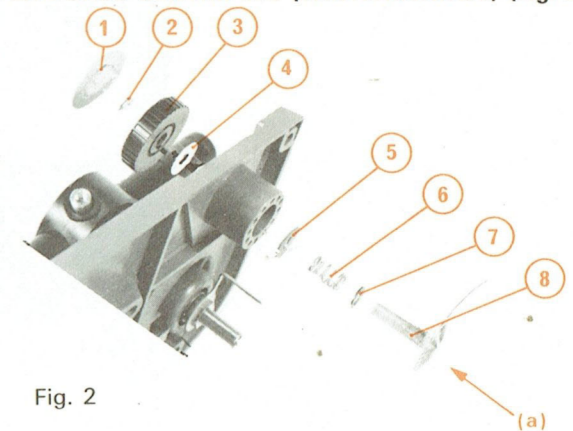

Fig. 2
- 4° - Décoller l'enjoliveur (57) du tableau de commandes (8).
- 5° - Retirer les vis de fixation du tableau de commandes (8) sur le coffret.
- 6° - Enlever le tableau de commandes (8).
D. DEMONTAGE DU SYSTEME DE COMPENSATION DE LA FORCE CENTRIPETE (« ANTISKATING ») (Fig. 2).
- 1° - Décoller l'enjoliveur (1) du bouton (3) de réglage de compensation de la force centripète (« ANTI-SKATING »).
- 2° - Retirer l'anneau d'arrêt (2) de l'axe (8) tout en exerçant une poussée de l'ensemble dans le sens de la flèche (a).
- 3° - Relâcher, et dégager le bouton (3), les rondelles (4), (5) et (7) ainsi que le ressort (6).
- 4° - Le ressort de compensation de la force centripète solidaire de l'axe (8) est alors libre.